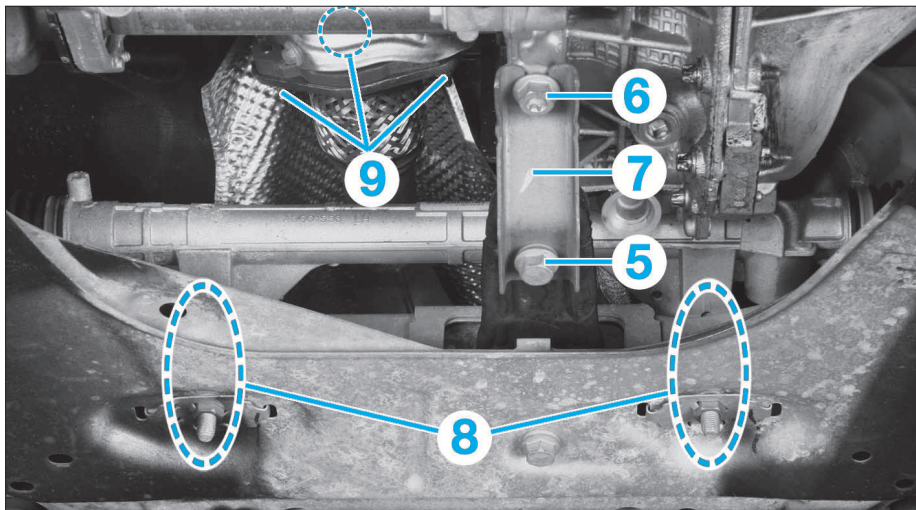

FIG. 11
- Déposer la vis (5) de fixation de la biellette de reprise de couple sur la BV. (Fig.11).
- Dévisser la vis (6) puis déposer la patte de maintien (7).
- Déposer les vis (8) du boîtier de direction.